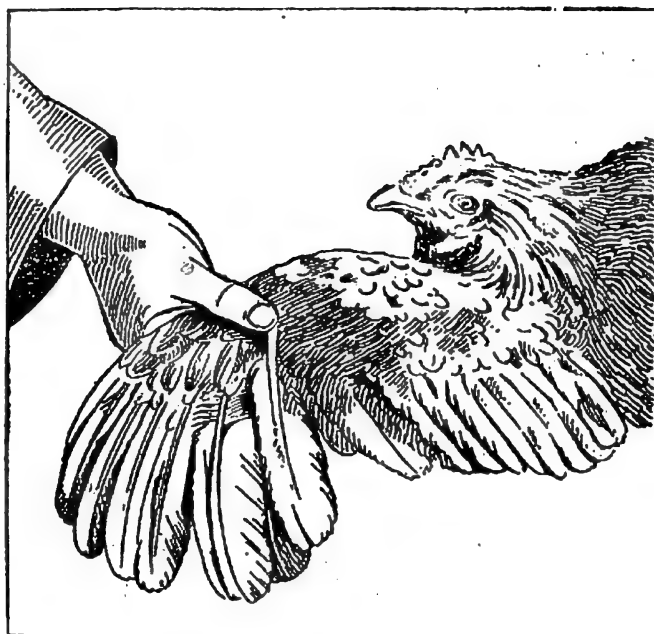

Fig. 4 — L'aile d'une poule peut s'ouvrir comme un éventail
**4. Les ailes.** — Qu'on jette une poignée de grains dans la basse-cour, et voici les poules qui se précipitent; quelques-unes battent l'air de leurs ailes pour accourir plus vite. C'est qu'en effet les ailes, avec leurs longues plumes qui peuvent se déployer en éventail (*fig. 4*), sont des sortes de rames qui prennent appui sur l'air et permettent même à la poule de voler pendant quelques mètres; son corps est trop lourd et ses ailes trop courtes pour que ce vol se prolonge plus de quelques secondes.